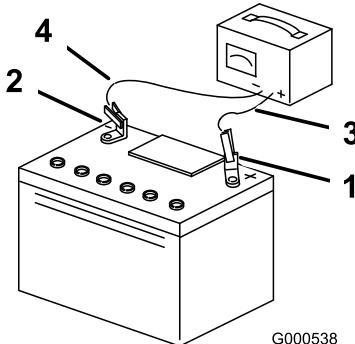

Figura 35
- Cuando la batería esté completamente cargada, desconecte el cargador de la toma de electricidad, luego desconecte los cables del cargador de los bornes de la batería (Figura 35).